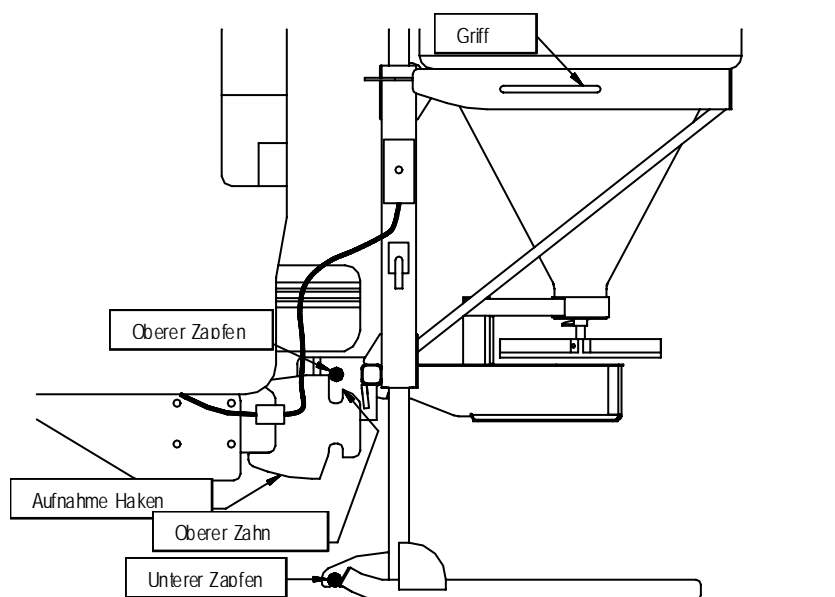

Bild 21. Oberer und unter Zapfen Ausrichtung
4. Positionieren Sie den Streuer wie in Bild 21 in einer Linie mit den Haken. Dies erreichen Sie entweder durch das zurücksetzen des Fahrzeuges oder das Verschieben des Streuers an den Griffen.